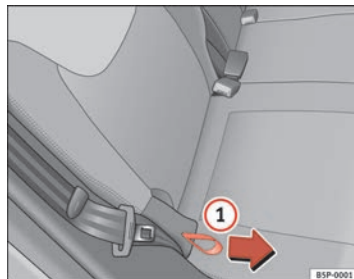

Fig. 97 Ajuste de la inclinación del respaldo, asiento posterior
- Sujete el respaldo del asiento por la parte superior. Tire del lazo situado en el lateral del asiento ⇒ fig. 97 ① en la dirección de la flecha y manténgalo en esta posición. Empuje el respaldo del asiento hacia atrás hasta la posición que desee y suelte el lazo. ►